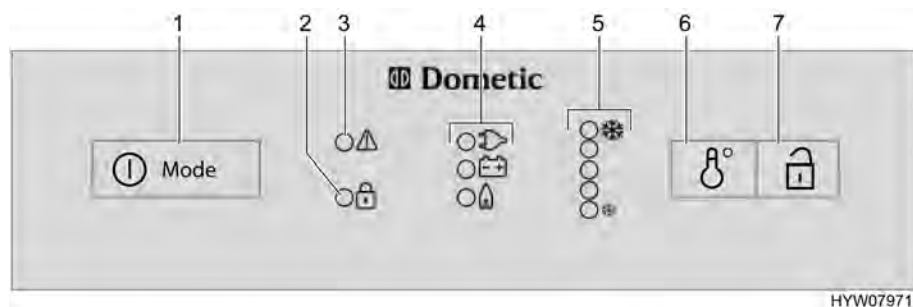

Fig. 191 Elementi di comando per il frigorifero (serie Dometic 8 con SMSE)
- Premere l'inseritore/selettore di energia (Fig. 191,1) per 2 secondi, per accendere l'apparecchio. Il LED dell'ultima modalità di funzionamento pre-scelta si accende.
- Eventualmente premere più volte e brevemente l'inseritore/selettore di energia (Fig. 191,1), fino a quando l'indicazione di funzionamento GAS "🔥" si accende. L'alimentazione del gas è ora aperta. L'accensione avviene automaticamente. È udibile un ticchettio fino a quando procedura di accensione non è stata portata a termine.
- Impostare la temperatura di refrigerazione con l'interruttore per la regolazione della temperatura (Fig. 191,6).
- Eventualmente premere più volte e brevemente l'inseritore/selettore di energia (Fig. 191,1), fino a quando l'indicazione di funzionamento a 230 V "" si accende.
- Eventualmente premere più volte e brevemente l'inseritore/selettore di energia (Fig. 191,1), fino a quando l'indicatore di funzionamento a 12 V "" si accende.